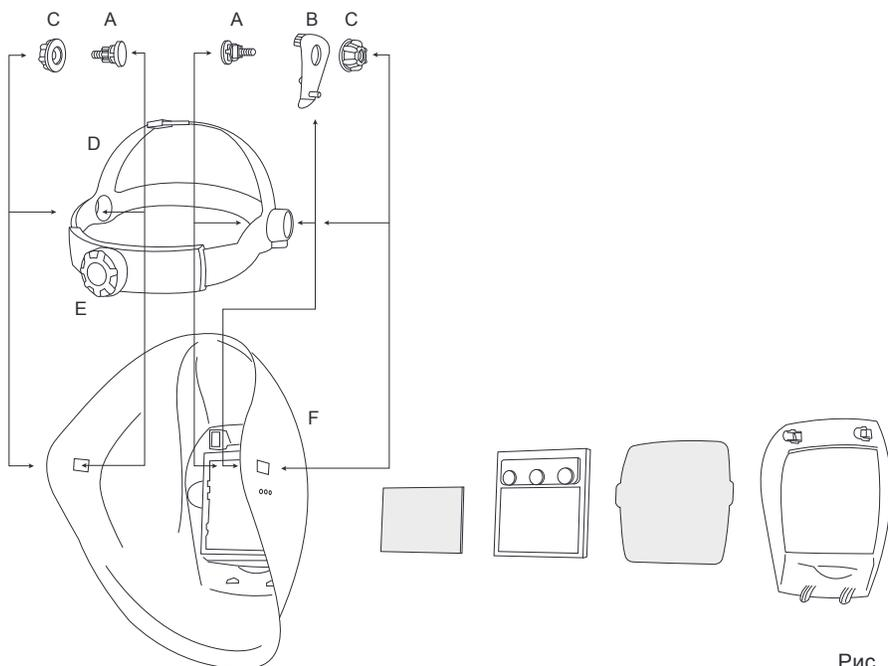

Рис. 1
1. Вставьте винты (A) в отверстие на механизме крепления (D).
2. Вставьте механизм головного крепления (D) в маску (F), как показано на рис. 1 и протолкните винты (A) в прямоугольные отверстия в маске.
3. С правой стороны между винтом (A) и маской (F) вставьте пластину для регулирования наклона (B) таким образом, чтобы штырек закрепился в одном из трех предназначенных для этого отверстий в маске. Для оптимального комфорта выберите подходящее отверстие.
4. Прикрутите шайбы (C) на винты (A). Прежде чем окончательно затянуть их, отрегулируйте расстояние от маски и фильтра до глаз и лица, используя квадратные отверстия, позволяющие головному механизму перемещаться вперед и назад.
5. Отрегулируйте крепежный механизм (D) в соответствии с размером головы при помощи заднего ролика (E). Нажмите на колесико. Удерживайте его в нажатом положении во время регулировки. Достигнув необходимого положения, отпустите колесико, и крепежный механизм будет зафиксирован в установленном положении.